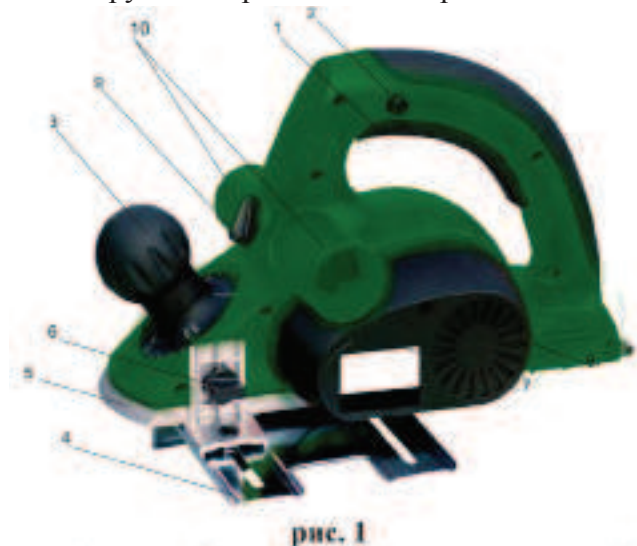

рис. 1
4.1 Внешний вид рубанка представлен на рис. 1
- подключать и отключать рубанок от сети только при отпущенной кнопке выключателя 1 (рис. 1);
7.3 Вращением ручки 3 (рис. 1) установить необходимую глубину строгания. Максимальную глубину устанавливать при черновом обдирочном строгании. При окончательной обработке устанавливать незначительную глубину строгания.
7.4 Перед началом работы установите направление пылеудаления, повернув переключатель 9 (рис. 1) в соответствующее положение.